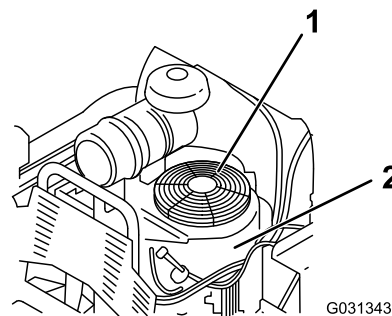

Figura 67
3. Remova o painel de admissão de ar e a caixa da ventoinha (Figura 67).
5. Instale o painel de admissão de ar e caixa da ventoinha (Figura 67).